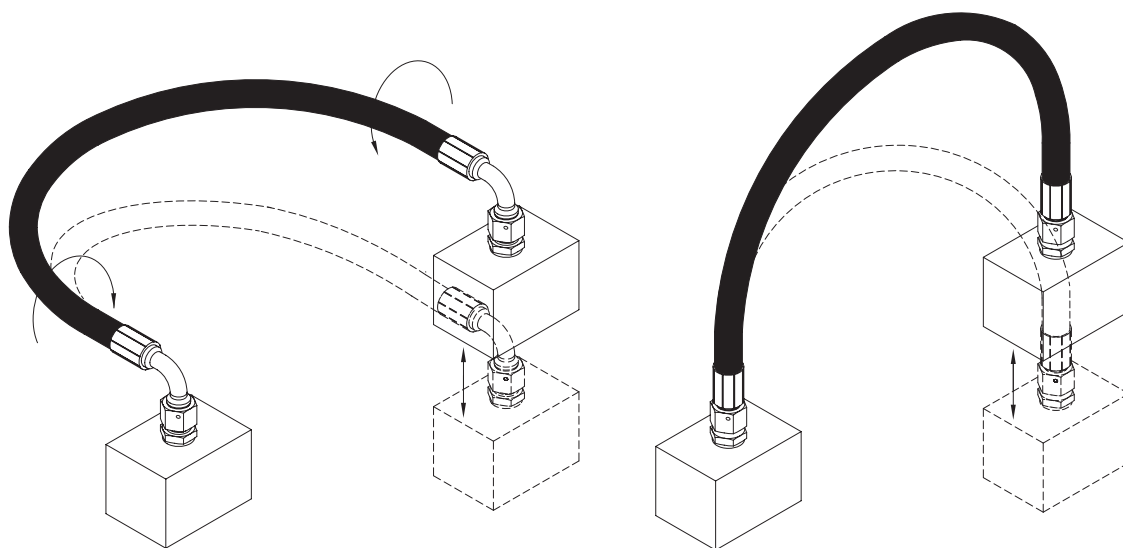

Fig. 8
8. Per applicazioni con parti in movimento bisogna evitare la torsione del tubo flessibile quando il movimento longitudinale e la curvatura avvengono nel medesimo piano. Tale condizione si può ottenere con un montaggio corretto, con misure costruttive idonee ed utilizzando raccordi adeguati (Fig. 8).